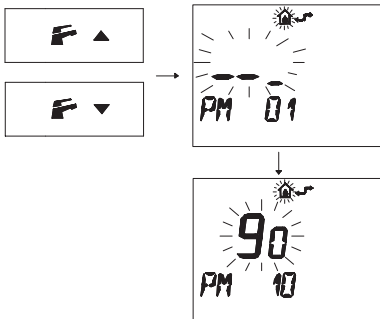

Figura 5.66
- Premere i pulsanti o per visualizzare la programmazione "PM10" selezione della frequenza di accensione (Figura 5.66).
Nella Figura 5.66 si visualizza un SET programmato di **90** corrispondente ad un tempo di riaccensione di 3 minuti circa.